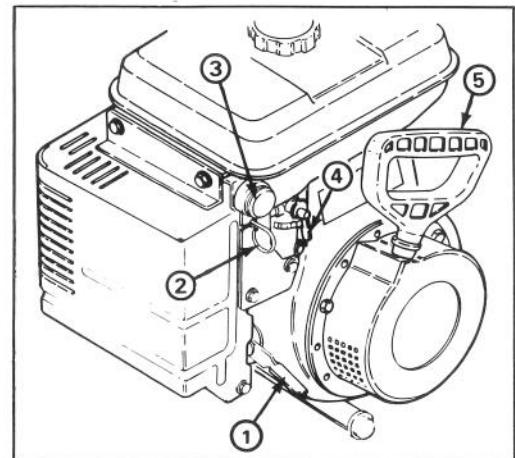

Abbildung 10
Drossel (Abb. 10)—Ein Vorschieben der Drossel erhöht die Motordrehzahl.
Choke (Abb. 10)—Der Choke befindet sich an der Rückseite der Motorabdeckung. Zum Starten des kalten Motor den Choke auf HALB oder auf VOLL drehen, und bei zunehmender Erwärmung den Choke wieder langsam auf AUS bringen.
Tupfer (Abb. 10)—Als Kaltstarthilfe den Tupfer drücken, damit eine kleine Menge Benzin in den Motor eingespritzt wird.
Benzinhahn (Abb. 10)—Der Benzinhahn befindet sich unten am Kraftstofftank. Den Benzinhahn schließen, um den Kraftstofffluß vom Kraftstofftank zu stoppen. Den Hahn öffnen, damit das Benzin in den Vergaser fließen kann. Den Benzinhahn schließen, wenn die Fräse nicht im Betrieb ist. Der Benzinhahn ist offen, wenn er sich in der vertikalen Stellung befindet, siehe Abbildung.
Rücklaufstarter (Abb. 10)—Der Rücklaufstarter befindet sich hinten am Motor und wird zum Starten des Motors herausgezogen.
2. Den Benzinhhahn unter dem Kraftstofftank öffnen (Abb. 10).
3. Wenn die Temperatur über –18°C liegt, den Choke auf HALB herausziehen, und in die Stellung VOLL, wenn die Temperatur unter –18°C liegt (Abb. 10).
5. Tupfer (Abb. 10) zweimal drücken, wenn die Temperatur unter –12°C liegt. (Wenn mehr als zweimal gedrückt wird, kann Kraftstoff aus dem Vergaser verschüttet werden).
6. Den Rücklaufstarter (Abb. 10) langsam so lange herausziehen, bis Widerstand spürbar ist; dann den Motor mit einem kräftigen Armzug herumwerfen. Den Startgriff festhalten und das Seil langsam zurückgleiten lassen.